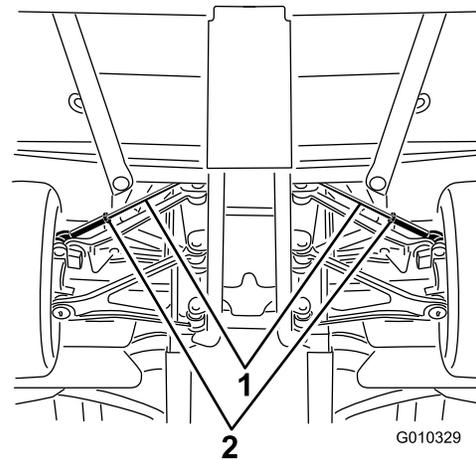

図 58
A. タイロッドの中心についているジャムナットをゆるめる 図 58。